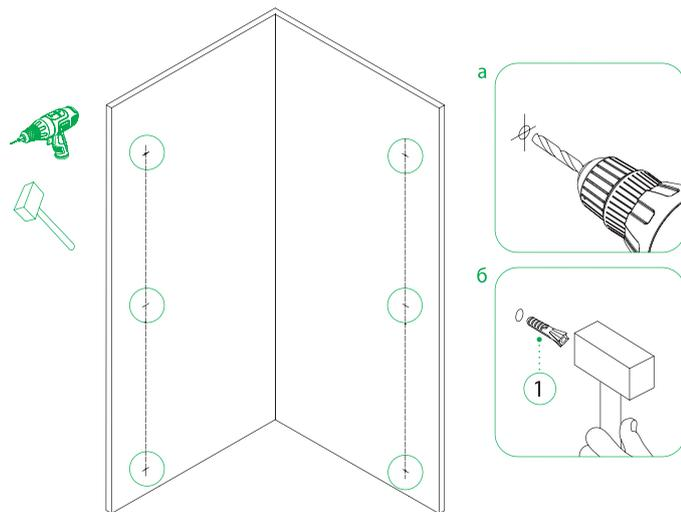
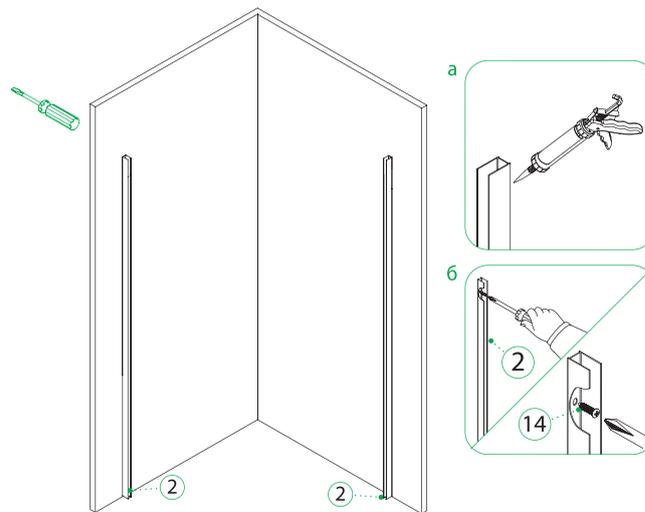

Рис. 6/6-сур.
Рис. 7/7-сур.
3. Просверлите отверстия (рис. 6-а) и вставьте дюбели (1), как показано на рисунке 6-б. Приложите пристенные профили (2), предварительно обработанные санитарным силиконовым герметиком, со стороны стены (для полной герметизации, рис. 7-а) и зафиксируйте их с помощью шурупов (14), как показано на рисунке 7-б.